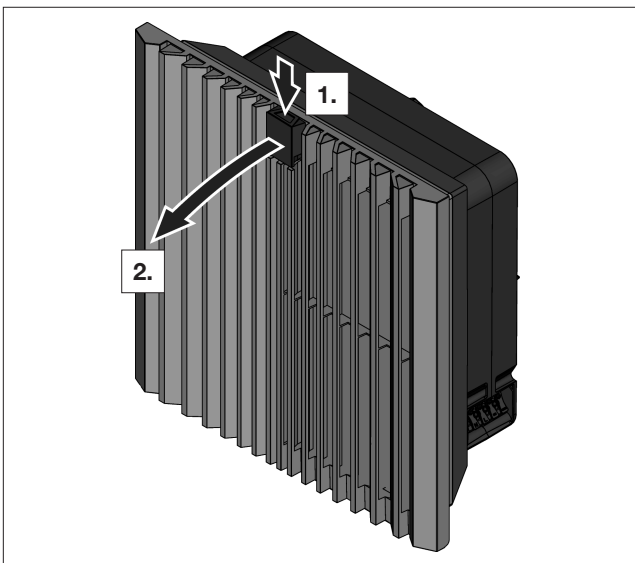

Fig. 14 : déverrouillage de la grille à lamelles
- Pour déverrouiller la grille à lamelles, appuyer depuis le haut sur le logo de fonction (voir fig. 14).